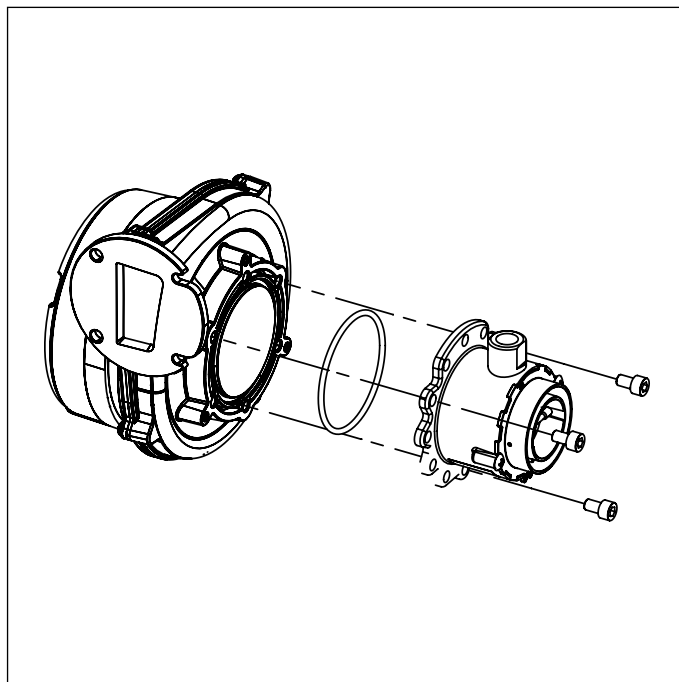

Рис. 37 Смеситель
- Снять смесительный узел, вывернув три шестигранных винта (смотри Рис. 37 Смеситель).